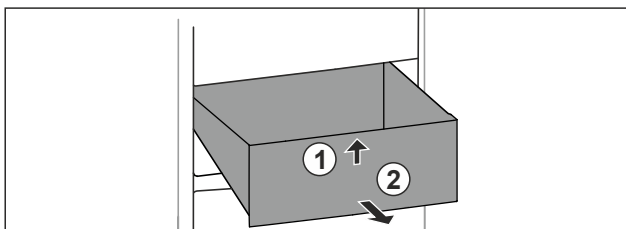

Fig. 64
- ▶ Підняти висувний ящик спереду. Fig. 64 (1)
- ▶ Вийняти висувний ящик рухом вперед. Fig. 64 (2)